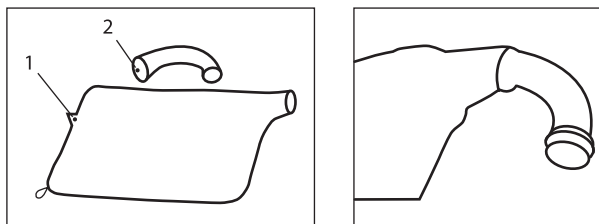

Рис. 5
- Установите разгрузочную трубу 2 утолщенным концом в мешок для мусора 1 и закрепите с помощью липучки (рис. 5).